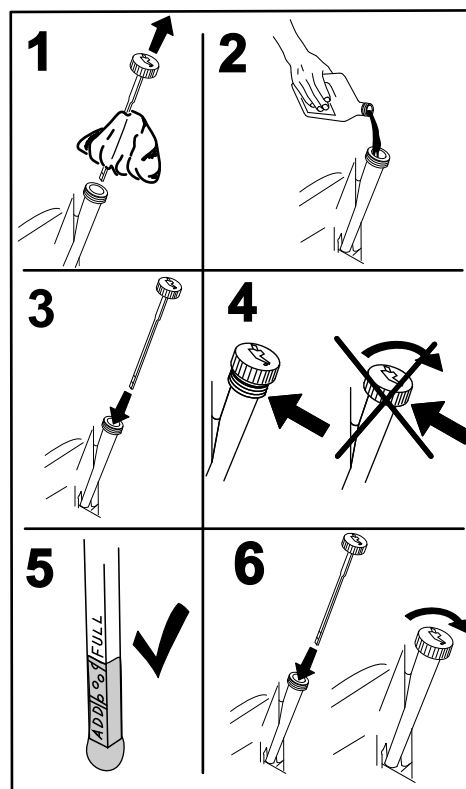

図 41
4. ディップスティックを抜きウェスで一度きれいに拭く 図 41。